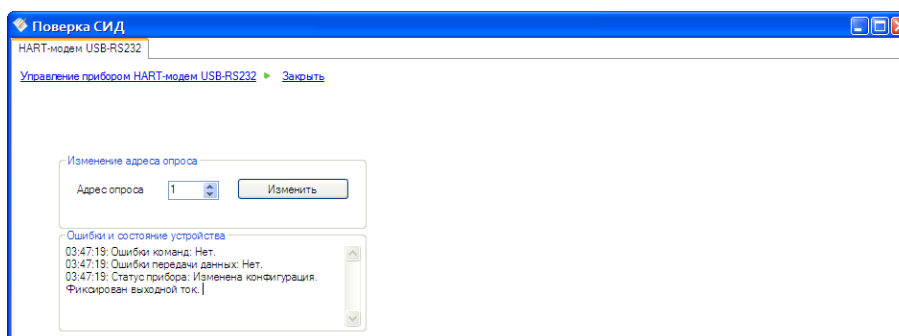

Рисунок 4.121 – Изменение адреса опроса
- Настройка адреса опроса (см. Рисунок 4.121);
Изменения отображаются в окне «Ошибки и состояние устройства» (см. Рисунок 4.121).